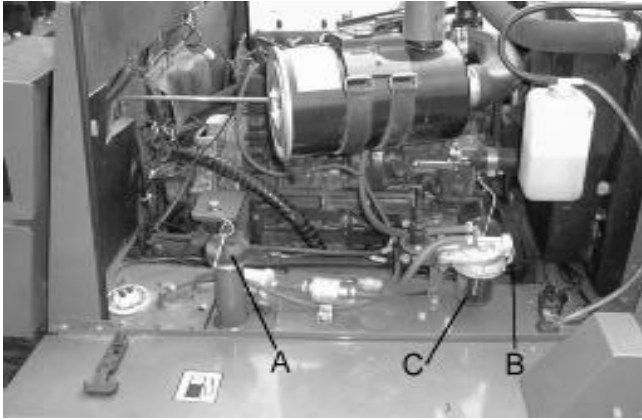
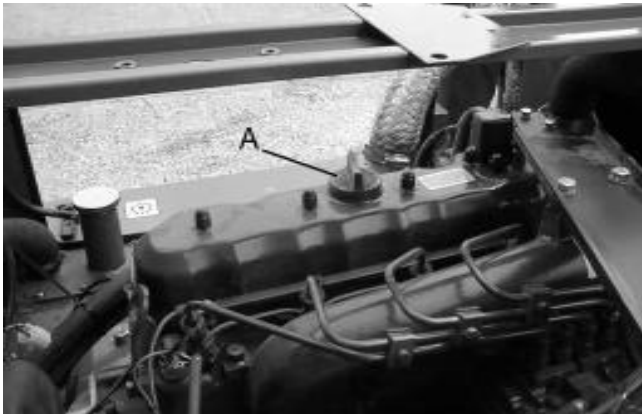
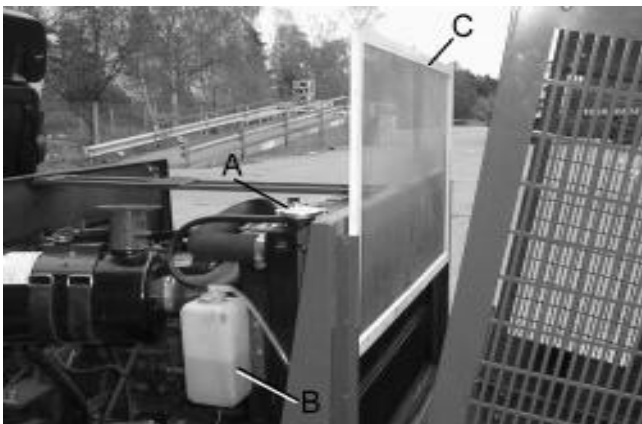

Fig.17
Fig.18
Fig.19
Before starting the engine it will be necessary to fill the fuel tank (A Fig.17) with Diesel fuel, fill the engine sump through the filler (A Fig.18) with oil and fill the radiator (A Fig.19) and expansion bottle (B Fig.19) with a 50% anti-freeze solution.
Fill fuel tank (A Fig.17) with Diesel fuel No. 2-D (ASTM D975) .
- Fill the fuel tank to the fullest extent. Open the fuel filter tap (B Fig.17).
- Fill the engine sump with oil to API classification CC/CD/CE grade through the filler (A Fig.18)
Fill the radiator (A Fig.19) and half fill the expansion tank (B Fig.19) with a 50% anti-freeze solution. Capacity 6.8 litres (12 imp pints) (14.4 US pints)
Voordat de motor wordt gestart, moeten eerst de volgende handelingen worden uitgevoerd: vul de brandstoftank (A afb. 17) met Diesel, vul het oliecarter met olie, via de vuldop (A afb. 18) en vul de radiator (A afb. 19) en het expansievat (B afb. 19) met een 50% antivriesmengsel. Ga als volgt te werk:
Vul de brandstoftank (A afb. 17) met Diesel nr. 2-D (ASTM D975).
- vul de brandstoftank tot aan het maximumpeil. Zet de brandstoffilterkraan (B afb. 17) open;
- Vul het oliecarter met een voorgeschreven motorolie (zie de specificaties op pagina), via de vuldop (A afb. 18).
Vul de radiator (A afb. 19) helemaal en het expansievat (A afb. 19) voor de helft met een 50% antivriesmengsel. De koelsysteeminhoud is 6,8 liter.
Avant de mettre le moteur en marche, faire le plein de carburant (A fig. 17) avec du gasoil, faire le plein du carter moteur (A fig. 18) avec de l'huile et remplir le radiateur (A fig. 19) et le vase d'expansion (A fig. 19) avec une solution à 50 % d'antigel.
Remplir le réservoir (A fig. 17) avec du gasoil N° 2-D (ASTM D975)
- Remplir le carter avec de l'huile (HD) classification API grade CC/CD/CE par le trou de remplissage (A fig. 18)
Remplir le radiateur (A fig. 19) et à moitié le vase d'expansion (B fig. 19) avec une solution à 50% antigel. Capacité: 6,8 litres.